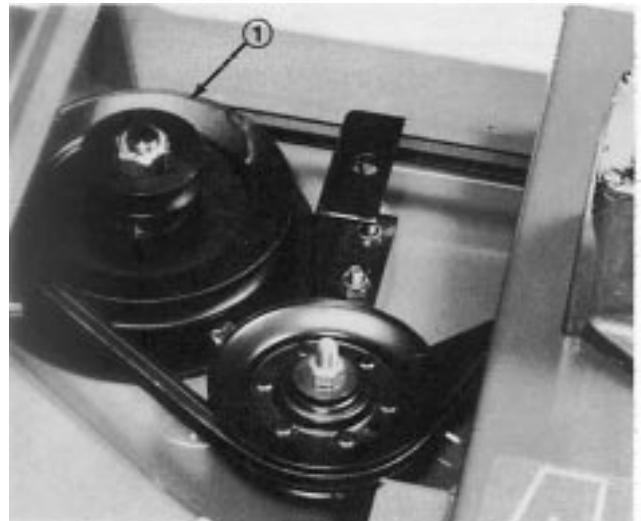

Abbildung 2
5. Dem Bausatz liegen zwei Riemenscheiben mit doppelten Nuten bei. Die "Double D"-Doppelnut-Riemenscheibe und die ursprüngliche Haltemutter an Schneideeinheiten mit Seriennummern unter 90001 anbringen. An Schneideeinheiten mit Seriennummern ab 90001 die geteilte Doppelnut-Riemenscheibe und eine neue Mutter anbringen. Die Mutter auf 75 N·m anziehen (Fig. 2).
6. Den Mäherdeckriemen um die große Riemenscheibe legen (Abb. 2).